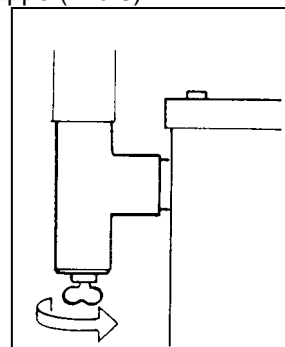

Bild 4
- Montieren Sie ab Modell B25 eine Entwässerungsmöglichkeit (Bild 4).